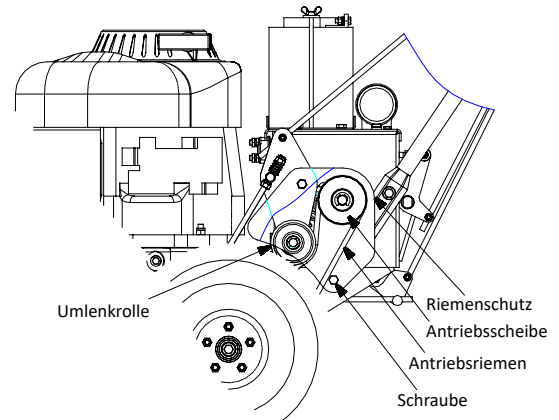

ABB. 12.
- Einstellung der Steuerstange: Entfernen Sie den Stift an der Oberseite der Steuerstange, ziehen Sie die Steuerstange aus dem Lenkhebel, drehen Sie die Steuerstange so, dass die Länge der beiden Steuerstangen gleich ist, und montieren Sie alle Teile in der richtigen Reihenfolge wieder. (Siehe ABB. 12)
- Wenn der Rasenmäher nach links oder rechts zieht oder unter normalen Bedingungen nicht geradeaus fährt, muss die Lenkverbindung links, rechts oder auf beiden Seiten eingestellt werden. Siehe ABB. 12.